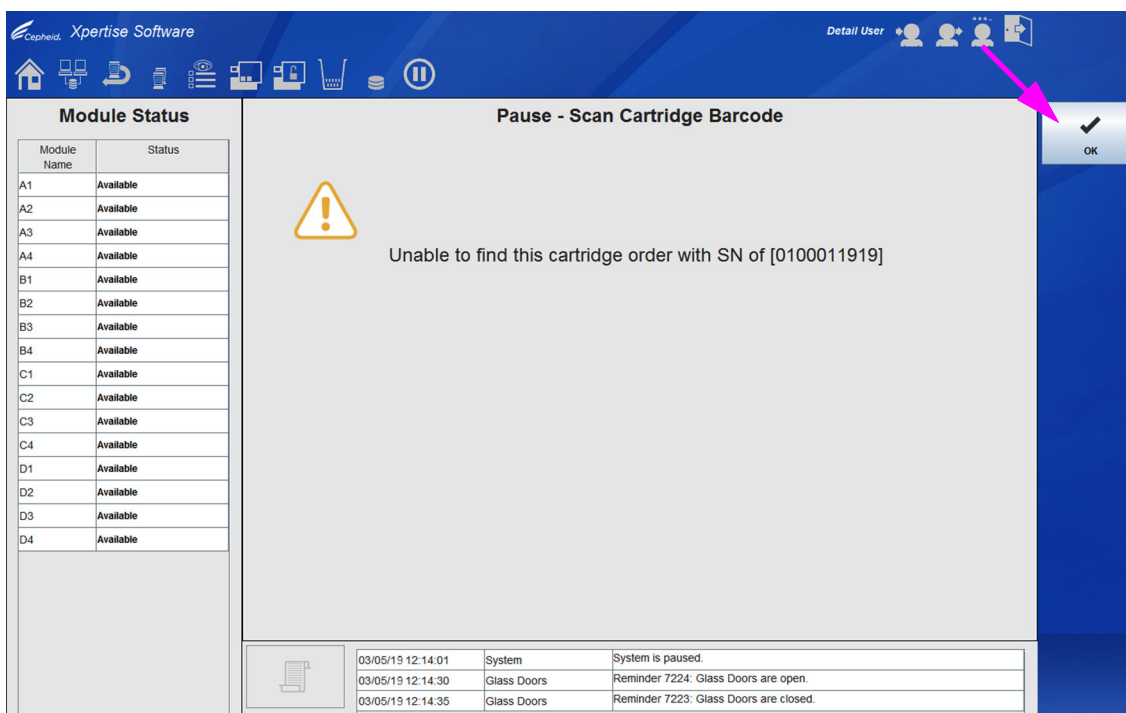
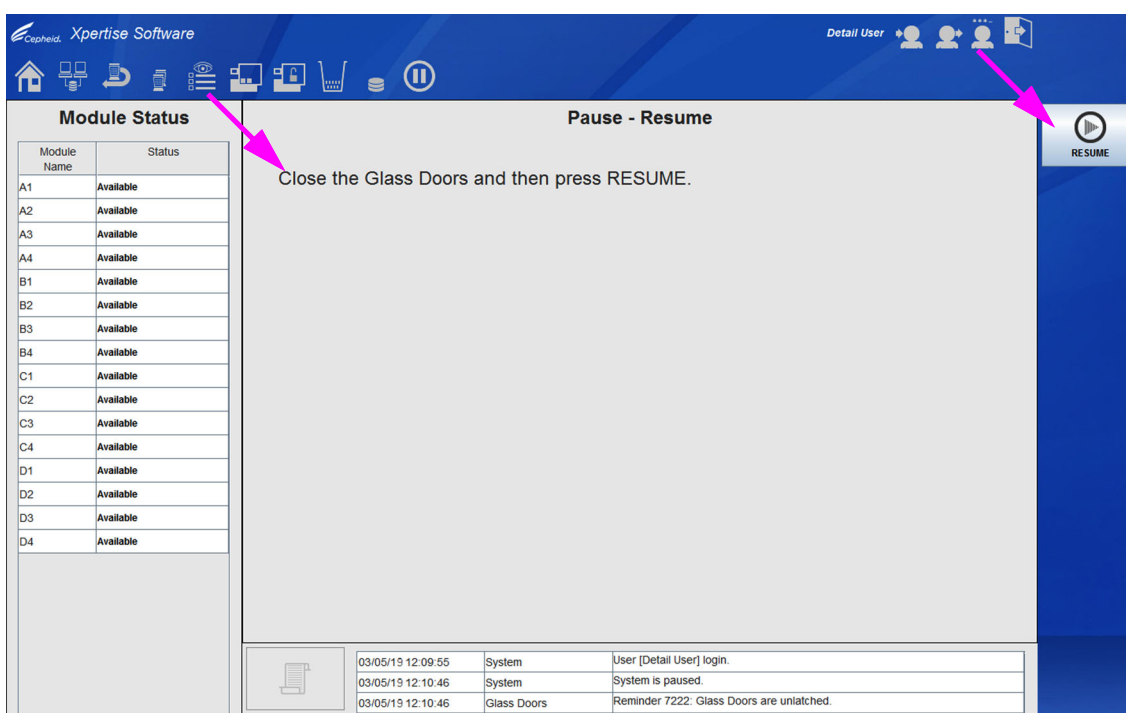

图 10-43. 暂停 - 扫描检测盒条形码 (Pause - Scan Cartridge Barcode) 工作区 - 找不到扫描的检测盒
图 10-44. 暂停 - 恢复 (Pause - Resume) 工作区
如果没有要取出的其他检测盒，选择**恢复 (RESUME)** 按钮。暂停 - 恢复 (Pause - Resume) 工作区会显示。请参见图 10-44。
如果系统找不到检测盒指令信息，会显示一个警告。请参见图 10-43。选择**确定 (OK)** 按钮。暂停 - 恢复 (Pause - Resume) 工作区会显示。请参见图 10-44。
5. 在暂停 - 恢复 (Pause - Resume) 工作区中，关闭玻璃门，然后选择**恢复 (RESUME)** 按钮。请参见图 10-44。